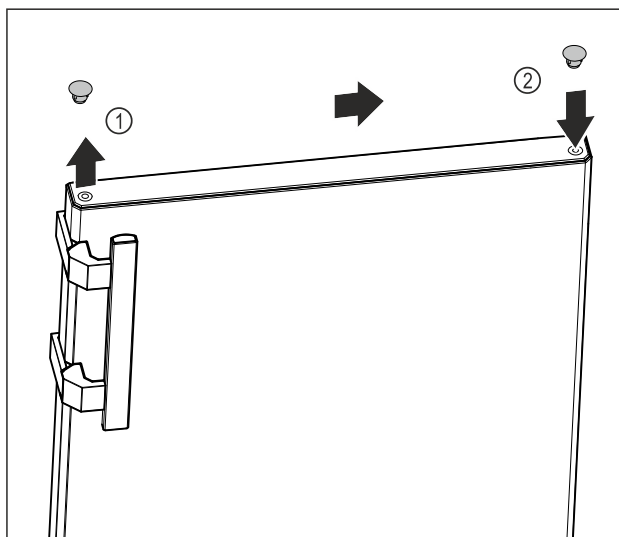

Fig. 14
- ▶ Podważyć ostrożnie zatyczkę osłonki na górze drzwi Fig. 14 (1) przy pomocy śrubokręta.
- ▶ Założyć zatyczkę osłonki po przeciwległej stronie. Fig. 14 (2)